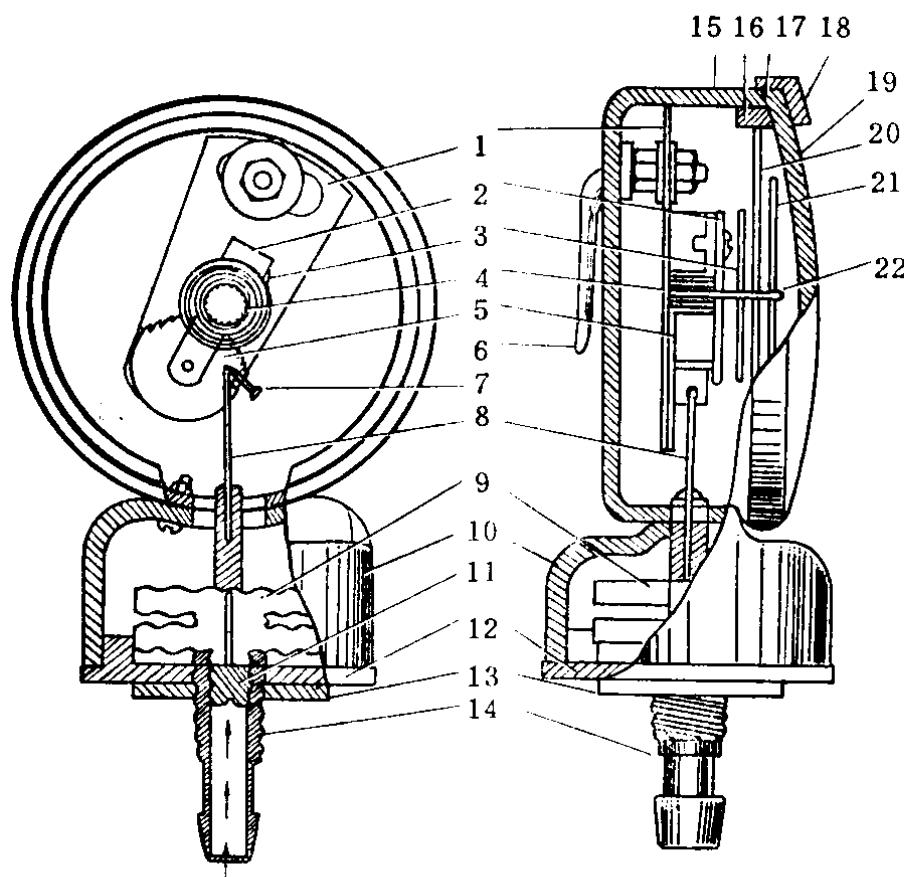

图 1-3 气压表（气压计）
这种血压计的测压计是一块气压表，表面的刻度每一小格相当于 2 毫米汞柱的压力，最低刻度为 20，最高为 300，即相当于 20 至 300 毫米汞柱的压力。其内部结构如图 1-3。表针②装在